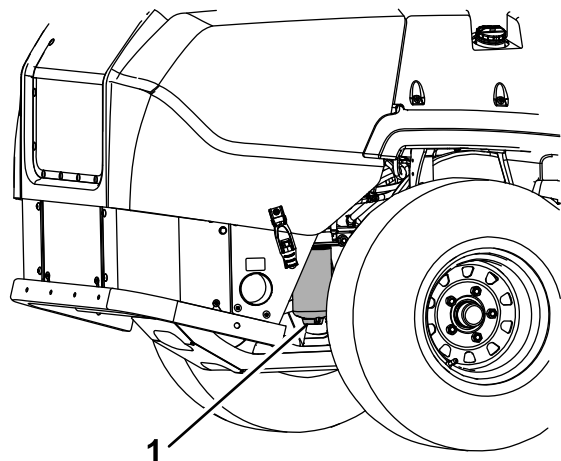

Figure 46
4. Desserrez le bouchon de vidange du séparateur d'eau d'un tour environ pour vidanger l'eau et autres contaminants (Figure 46).